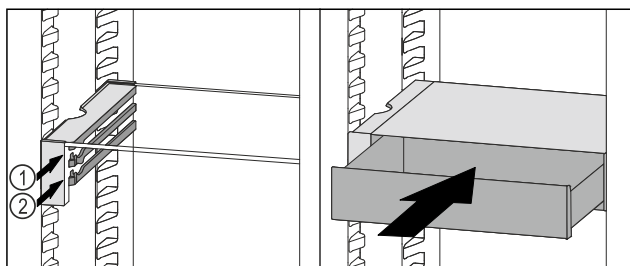

Fig. 78
- ▶ Założyć szufladę VarioSafe za stoperami na wybranych żebrowaniach Fig. 78 (1) lub Fig. 78 (2).